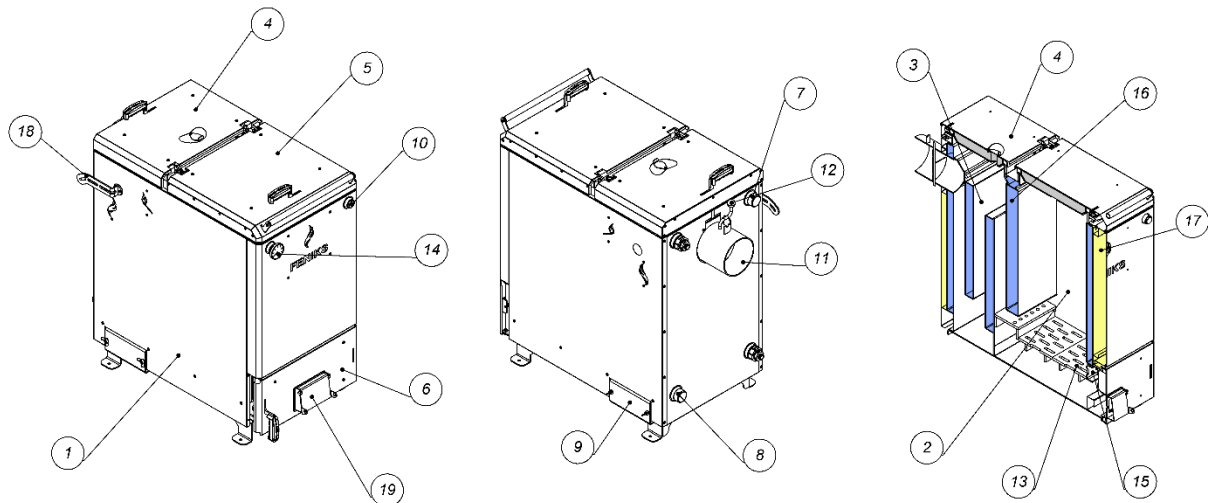

Рисунок 3 – Зовнішній вигляд та основні елементи котла
Конструктивно котел являє собою збірно-зварену конструкцію, що складається з корпуса (поз. 1, рис. 3) з камерою згоряння (топкою) (поз. 2, рис. 3). Конвекційна частина котла складається з вертикальних полиць (поз. 3, рис. 3), які розташовані безпосередньо за топкою.
Корпус котла виконаний в формі паралелепіпеду з подвійними стінками, які розділені водними перегородками (поз. 16, рис. 3). На зовнішній поверхні корпуса під декоративною обшивкою закріплена теплова ізоляція. (поз. 17, рис. 3).
Паливо для процесу спалення завантажується на колосникові грати (поз. 13, рис. 3) крізь завантажувальні дверцята (поз. 5, рис. 3). Згоряння палива в топці відбувається за участю повітря, яке постачається наступним чином:
- у котлі з механічним регулятором тяги – крізь вікно клапана подачі повітря (поз. 19, рис. 3), що закривається кришкою, під колосникові грати. Кількість повітря, необхідного для процесу згоряння, регулюється механічним регулятором тяги, який шляхом натягу або послаблення ланцюга керує положенням кришки клапана. Регулятор тяги не входить до комплекту поставки котла.
Вентилятор подачі повітря встановлюється на дверцята ревізійні (поз. 6, рис. 3) замість клапана подачі повітря (поз. 19, рис. 3).
Підведення і відведення теплоносія здійснюється відповідно через патрубки зворотної мережної води (поз. 8, рис. 3) і прямої мережної води (поз. 7, рис. 3).
Топочні гази виходять у димохід крізь боров (поз. 11, рис. 3), розташований у задній частині котла. Боров обладнано вбудованим дросельним клапаном продуктів згоряння – шибером (поз. 12, рис. 3). У випадку надто високої тяги у димоході шибер дає можливість її знизити шляхом часткового перекривання вихідного отвору борова.
Для спрощення процедури розпалення котла (та зменшення задимлення приміщення котельні) в конструкції котла (тільки для 20-30 кВт) передбачено шибер теплообмінника (поз. 18, рис. 3). Перед процедурою розпалення ручку шибера поз. 18 рекомендується встановити в положення «повністю відкрито» (тобто ручку шибера потрібно повернути в положення над сірником). Після того, як перша порція палива розгориться, та після повного дозавантаження топки, ручку шибера (поз. 18, рис. 3) рекомендується встановити в положення «повністю закрито» (тобто ручку шибера потрібно повернути в положення над вогником).
На передній стінці корпуса котла, у верхній її частині розташований штуцер для встановлення запобіжного клапана котла (поз. 10, рис. 3).
Ревізійний дверцята (поз. 6, рис. 3), що розташовані на передній стінці котла, необхідні для періодичного чищення колосникових грат, а також для можливості спорожнення підколосникової зони.
Для чищення полиць теплообмінника призначені дверцята поз. 4 та поз. 9 (рис. 3).
Регулятор тяги необхідно приєднати до патрубку з внутрішньою різьбою, який знаходиться у верхній частині корпусу (рис. 3). Різьбове з'єднання при цьому потрібно ущільнити. Регулятор повернути таким чином, щоб наконечник для закріплення шестигранного важеля (з комплекту регулятора) був направлений вправо.